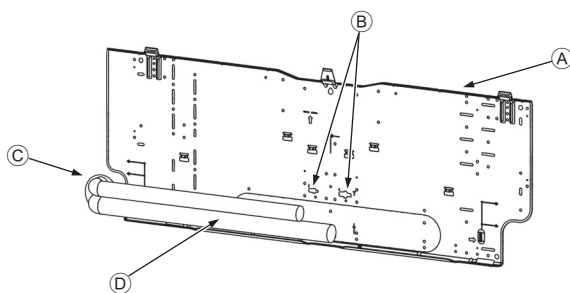

Fig. 3-5
- ▲ Vis de fixation (4 × 25) ②
- ▲ Planche d'installation ①
3.3. Lors de l'insertion des tuyaux dans le mur (Fig. 3-5)